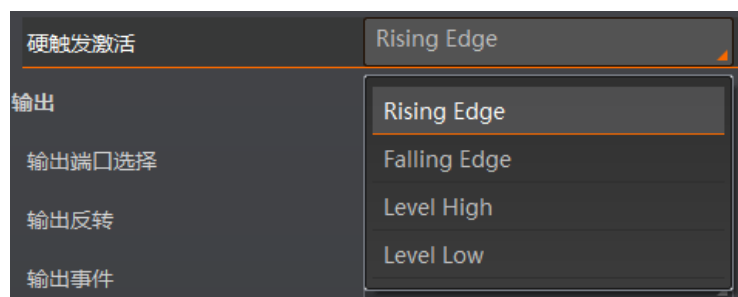

图4-20 外部触发参数触发方式设置
6. 若触发源选择外部触发，可选择硬触发激活方式 Rising Edge（上升沿）、Falling Edge（下降沿）、Level High（高电平）或 Level Low（低电平），如图 4-20 所示。具体工作原理如下：